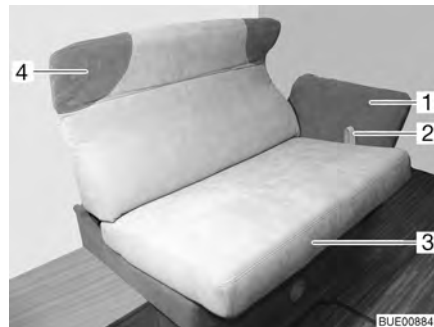

Bild 91 Inställning av den längsgående sittbänken
- Dra bandet (Bild 91,2) uppåt och dra försiktigt sittytan (Bild 91,3) på skepporna, dra till stoppläget i mitten.
- Ta tag i nackkudden (Bild 91,4) med båda händerna och sväng upp eller ned det till önskat läge.
- Ta tag i armstödet (Bild 91,1) med båda händerna och sväng upp eller ned det till önskat läge.